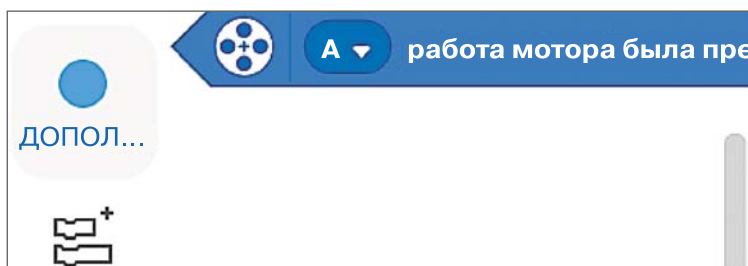

Рис. 17. Подключённые расширенные команды
3) когда расширение будет отмечено, можно закрыть это окно. В вашем распоряжении появились новые команды (рис. 17).